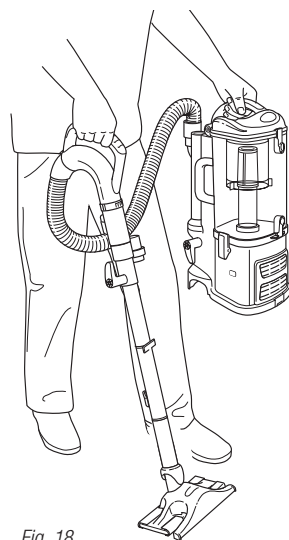

Fig. 18
- 2 Fixez l'accessoire Dust-Away^{MC} pour revêtements de sol durs à l'extrémité du tube-rallonge. (Fig. 18)